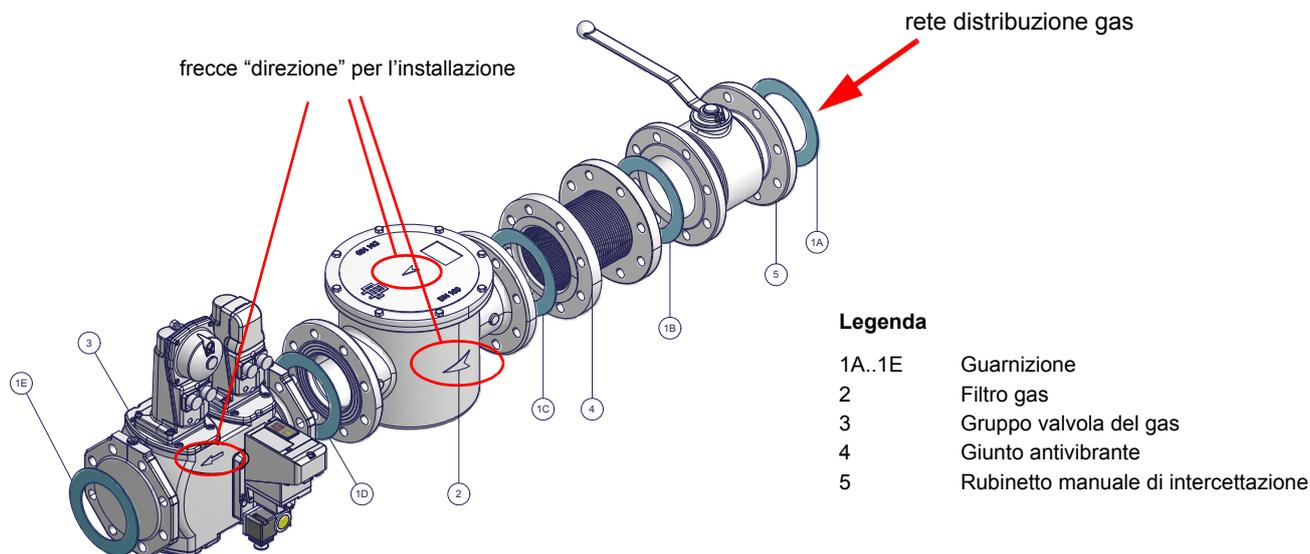

Fig. 6 - Esempio di rampa gas
- 1-b) nel caso di giunti flangiati: interporreátra un componente e l'altro, una guarnizione (n. 1A..1E - Fig. 6) compatibile con il gas utilizzato,
ATTENZIONE: una volta montata la rampa secondo lo schema riportato in Fig. 6, deve essere effettuata la prova di tenuta del circuito gas, secondo le modalit  previste dalla normativa vigente.
ATTENZIONE: una volta montata la rampa secondo lo schema riportato in Fig. 6, deve essere effettuata la prova di tenuta del circuito gas, secondo le modalità previste dalla normativa vigente.